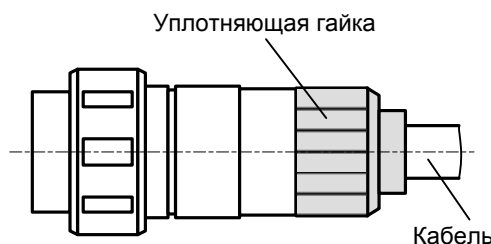

Рис.16. Кабельный разъем.
- надежности электрических и механических соединений, включая уплотняющую гайку зажима кабеля (рис.16).